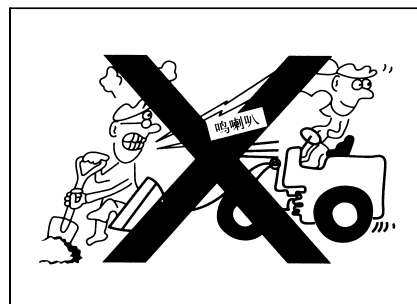

Рис. 1-63
- Во время работы запрещается смотреть в стороны, мгновенная невнимательность приносит большую беду, надо обращать большое внимание на направление движения и рабочих лиц, при опасности следует нажать гудок и выдать сигнал (рис. 1-63).